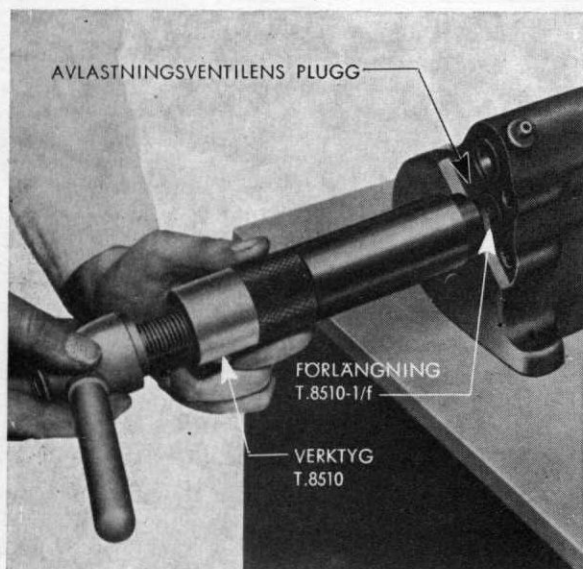

Fig. 21. Demontering av avlastningsventilens plugg.
8. Montera demonteringsanslutningen T-8510-1/f på verktyget T.8510, skruva fast anslutningens yttre ände på avlastningsventilens plugg, vid främre änden av avlastningsventilkammaren, och drag ut pluggen. (Se Fig. 21.) Observera det ringformiga urtaget i pluggen, vilket låter returoljan från arbetscyllindern att passera förbi avlastningsventilen. Det är viktigt att man undviker skador på pluggens yttre ytor, då oljeläckage förbi pluggen påverkar lyftens funktion. (Se felsökningsschemat!)